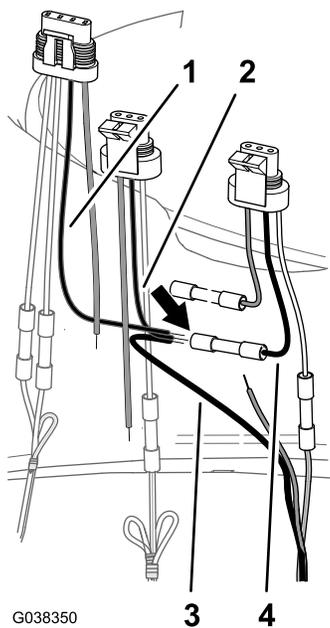

Bild 46
3. Fluchten Sie das schwarze Kabel des 4-Stift-Adapters für das Dosierungsventil und das schwarze Kabel des 3-Stift-Adapters des Rührwerkventils und das blaue Kabel des DIN-Kabelbaums mit dem schwarzen Kabel des 3-Stift-Adapters für das Hauptsprühventil aus, siehe Kabeltabelle für das Hauptsprühventil (Bild 46).